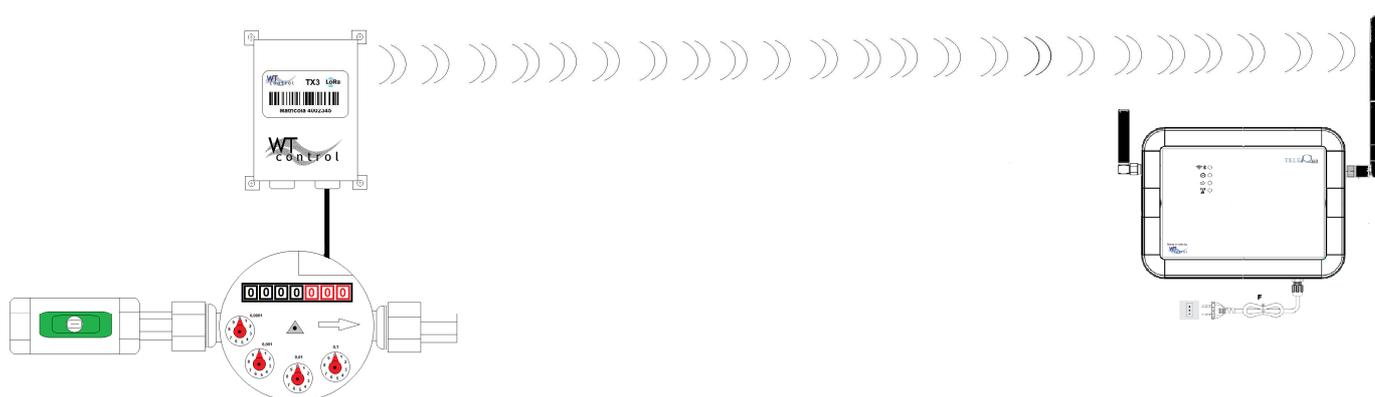

Figura 19
**4.2** – Lasciando il TX3 in setup insieme al contatore a cui è collegato, recarsi sul concentratore TELEaQua e verificare che il LED RX, il primo dal basso con simbolo  (Figura 19) inizi anch'esso a lampeggiare una volta ogni 6 secondi. In questo modo saremo sicuri che il segnale emesso dal TX3 posto in setup sia correttamente ricevuto dal concentratore TELEaQua. Se così è, rimuovere il connettore di setup dal TX3, richiudere il suo contenitore e posizionarlo all'interno del vano contatore o fissarlo a parete mediante le due alette laterali. Effettuare questa operazione per i TX3 situati più lontani dal TELEaQua o posti in luoghi critici per la propagazione del segnale in modo da verificarne la corretta ricezione del segnale. Gli altri, posti più vicino in termine di metri, arriveranno sicuramente.